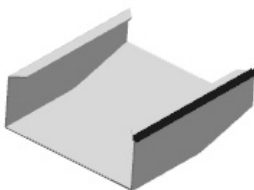
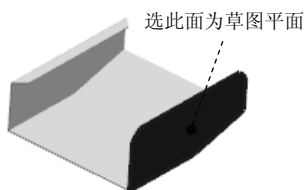

图 7.13 折弯特征 2
图 7.14 定义草图平面
Step8. 创建图 7.13 所示的折弯特征 2。选择下拉菜单 **插入(S)** → **折弯(B)** → **折弯(B)...** 命令，系统弹出“折弯”对话框；选取图 7.14 所示的模型表面为草图平面，绘制图 7.15 所示的折弯线；在 **折弯属性** 区域中的 **角度** 文本框中输入折弯角度值 90，单击 **反向** 后的 按钮，并单击 **反侧** 后的 按钮，并在 **内嵌** 后的下拉列表中选择 **! 材料外侧** 选项；在 **折弯参数** 区域中单击 **折弯半径** 文本框右侧的 按钮，在系统弹出的快捷菜单中选择 **使用本地值** 选项，然后在 **折弯半径** 文本框中输入数值 0.5；其他参数采用系统默认设置值；单击 **确定** 按钮，完成折弯特征 2 的创建。